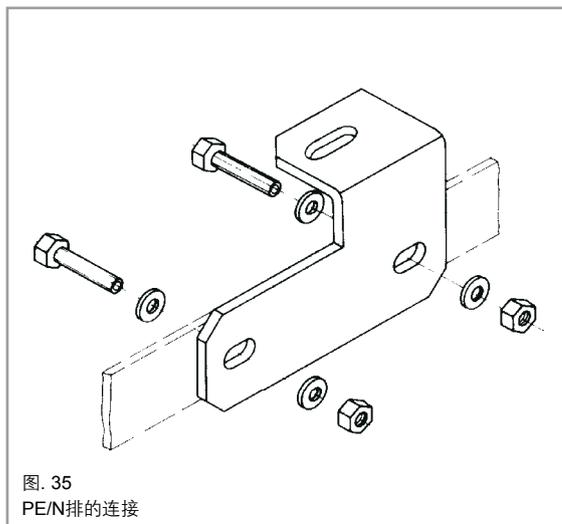

图. 35
- 保护排（PE排）与中性排（N排）需在包装单元的连接处用专用的螺栓连接（见图.35）。必须用ESLOK型螺栓与锥形垫片配套使用连接。母排的连接点需方便穿过电缆室与母排室的隔板。隔板需便于在母排连接完后封闭。母排末端用于搭接的延伸段上的安装孔（长腰孔）需留有一定的公差，以便不同包装单元的开关柜竖起安装时能够容易的连接（见图34-1/-2/-3）。母排不能在现场打孔，以防产生碎片。母排连接面不需做特殊处理。如果连接面出现污垢，应该用软布清洁。禁止使用金属刷或者化学药剂清洗处理。在双母排系统中，母排应该处理截断面的毛刺（两侧呈 $45^{\circ} +^0 -_{15}$ ，误差 $1^{+1} -_{0.5}$ mm）。在5.14章节中会详细讲述主母排，保护排及中性排的连接固定。